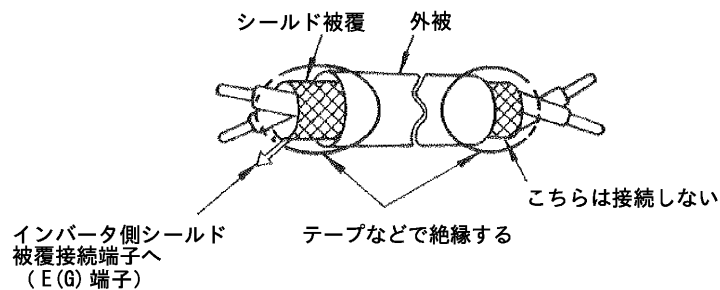

図 2.37 ツイストシールド線の端末処理
- ノイズによる誤動作を防止するため、制御回路配線にはツイストシールド線及びツイストペアシールド線を使用してください。その端末は図 2.37 のように処理してください。配線の長さは、50 m 以下にしてください。
- シールド線は E(G) 端子に接続してください。